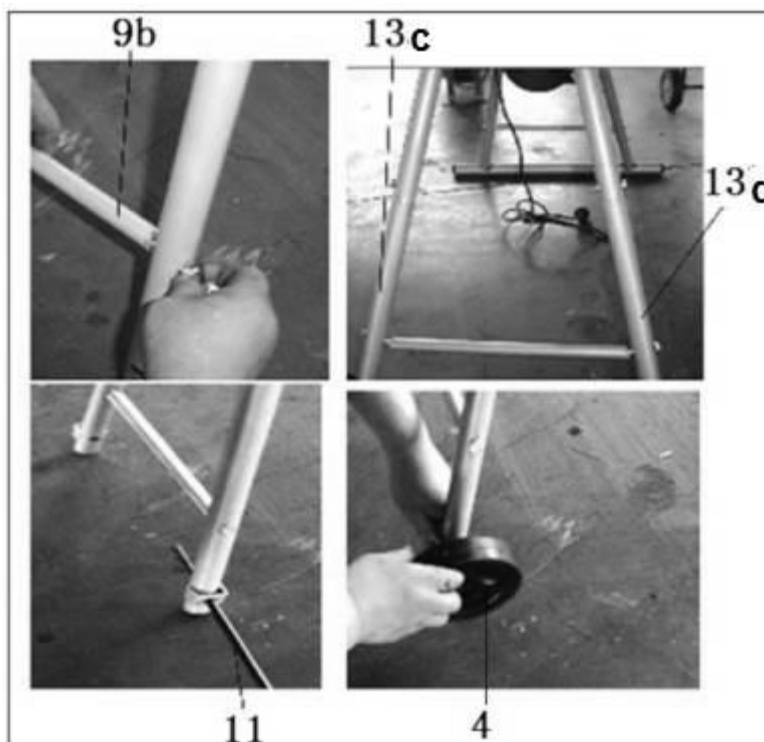

Fig. 5
- d) Fixez l'axe horizontal (9b) aux pieds arrière (13c et 10d) avec des vis, puis l'axe des roues (11) et les roues à l'aide des quatre rondelles, et enfin les enjoliveurs. (fig. 5).